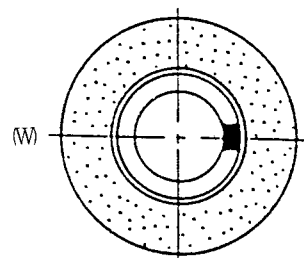

図1-14
- ⑥ 砥石を90°回して、バランスピースを取り付けた側とWの側とどちらが重いか測べる。(図1-14)